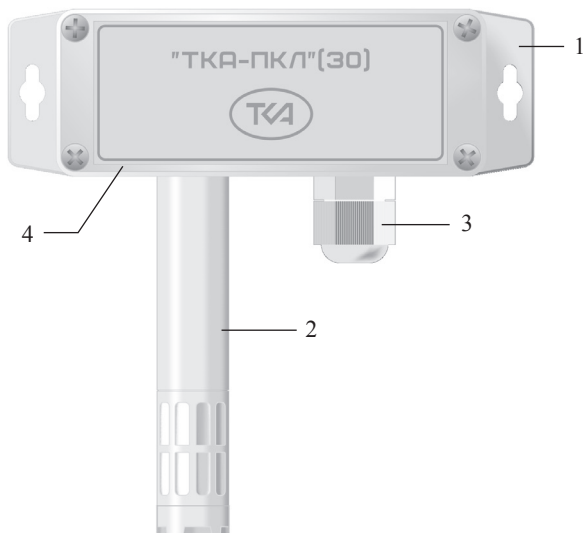
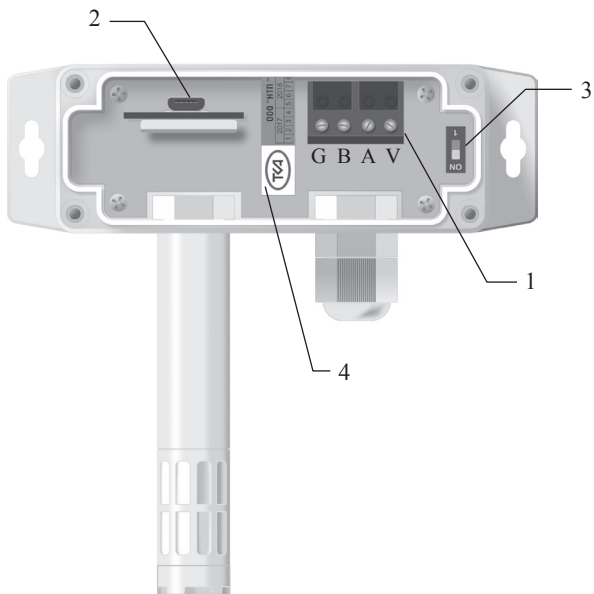

Рис.1 – Внешний вид прибора
Рис.2 – Вид прибора со снятой крышкой
5.1 Конструктивно прибор выполнен в виде единого блока со съемной верхней крышкой, а наличие фланцев у корпуса прибора расширяет возможности при его монтаже. На нижнем торце корпуса прибора установлены зонд с датчиками измеряемых параметров (2, Рис.1) и кабельный ввод (3, Рис.1) для подключения к измерителю кабеля питания и передачи данных по интерфейсу RS-485, благодаря чему измеритель-регистратор может быть использован как ведомое устройство в промышленных сетях Modbus. Для обеспечения работоспособности измерителя-регистратора необходимо подключить линии А, В интерфейса RS-485, подать напряжение питания и присвоить сетевой адрес данному устройству. Так как прибор реализован в пыле- и влагозащищенном корпусе, доступ к клеммнику (1, Рис.2), разъему micro-USB (2, Рис.2) и переключателю терминирования линии (3, Рис.2) возможен при снятой верхней крышке. Разъём micro-USB предназначен для настройки прибора, а клеммник - для подключения 4-жильного кабеля связи и питания, заведенного через кабельный ввод. При этом каждый контакт съемного клеммника имеет обозначение на плате: G - земля питания, В - линия данных В, А - линия данных А, V - плюс питания.
5.2 Пломба предприятия-изготовителя устанавливается внутри прибора (4, Рис.2).